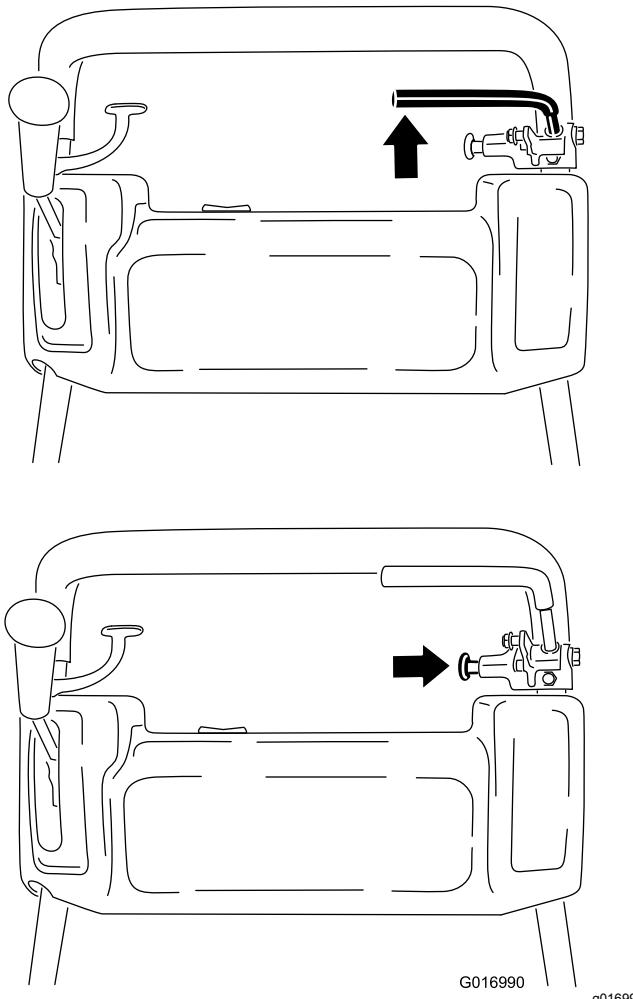

図 32
1. 常用ブレーキを十分に掛けた状態で、駐車ブレーキのノブを押し込んで常用ブレーキが駐車ブレーキピンに載った状態にする図 32。